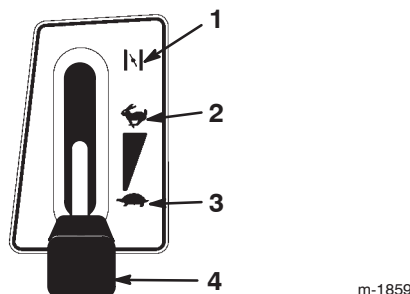

Bild 8
4. Stellen Sie den Gasbedienungshebel auf Choke (Bild 8).
6. Schieben Sie den Gasbedienungshebel, sobald der Motor angesprungen ist, langsam auf Schnell (Bild 8). Sollte der Motor stoppen oder stottern, schieben Sie den Gasbedienungshebel wieder für ein paar Sekunden auf die Choke-Stellung, schieben Sie den Gasbedienungshebel dann auf Schnell. Wiederholen Sie diesen Vorgang nach Bedarf.
1. Stellen Sie den Gasbedienungshebel auf Schnell (Bild 8).